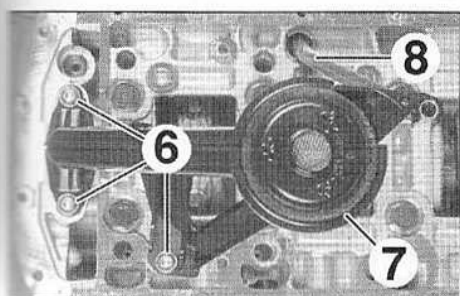

FIG.13
- Déposer (Fig.13) :
- les vis (6),
- la crépine (7),
- le guide inférieur de jauge à huile (8).